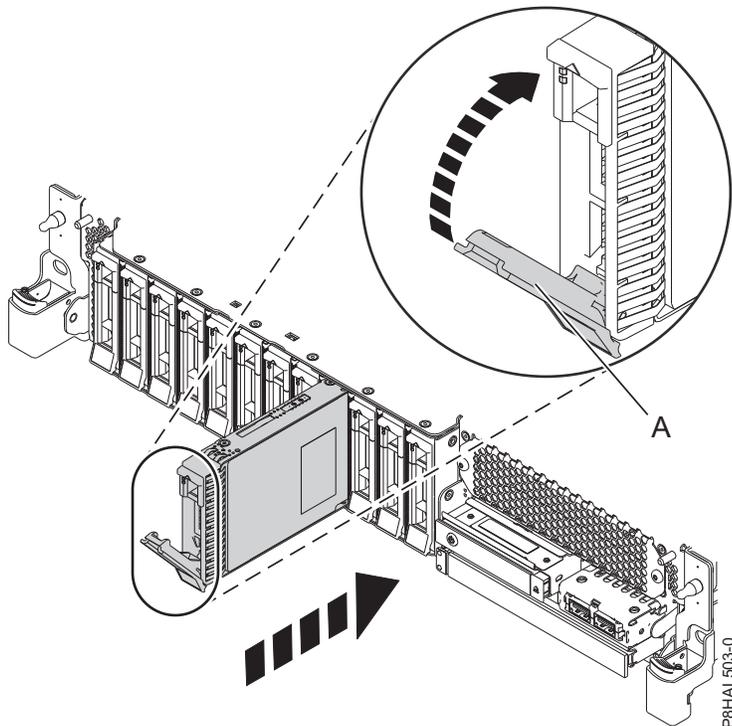
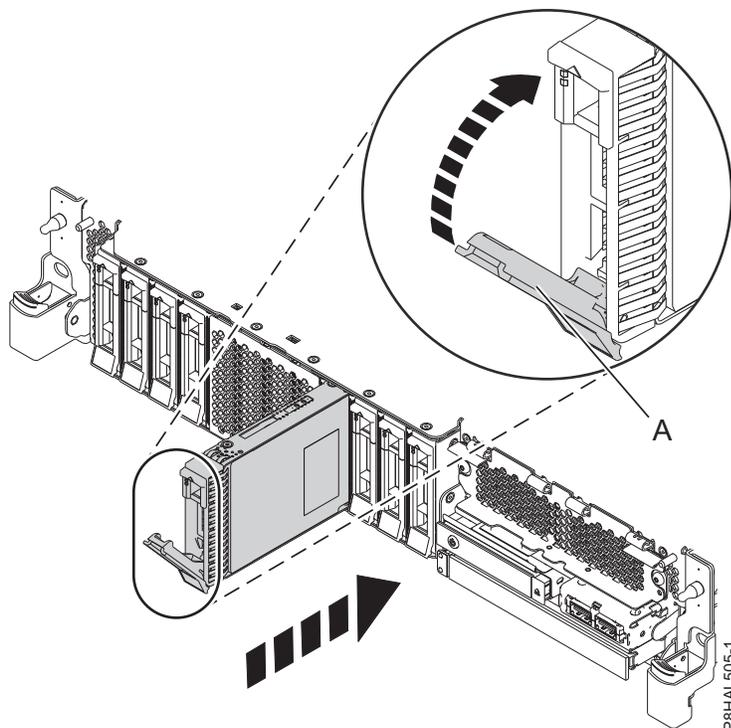

Figura 44. Substituir uma unidade de disco num sistema de função base
Figura 45. Substituir uma unidade de disco num sistema de função expandida
3. Desbloqueie a pega do compartimento de unidade (A) apertando-a e puxando-a para fora. Se a pega não estiver completamente fora, a unidade não deslizará para dentro do sistema. Consulte a Figura 44 na página 48 e a Figura 45 na página 49.
5. Faça deslizar a unidade completamente para dentro do sistema e empurre a pega do compartimento de unidade (A) até bloquear, como é apresentado na Figura 44 e a Figura 45 na página 49.